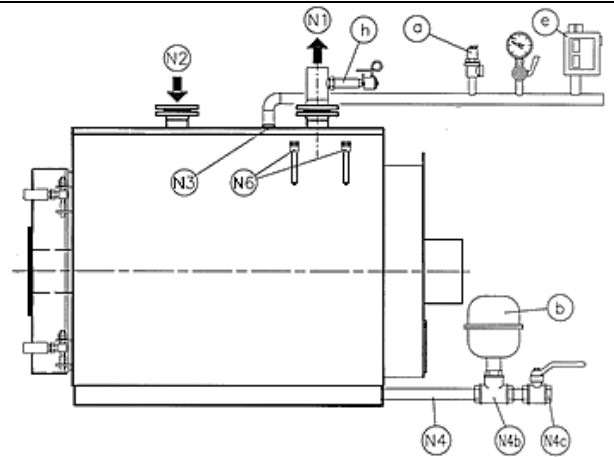

Рис. 3
2.2.1 Водогрейная тепловая установка с закрытым расширительным баком (Мощность топки £ 300.000 ккал/ч - давление 5 бар (Рис. 3))